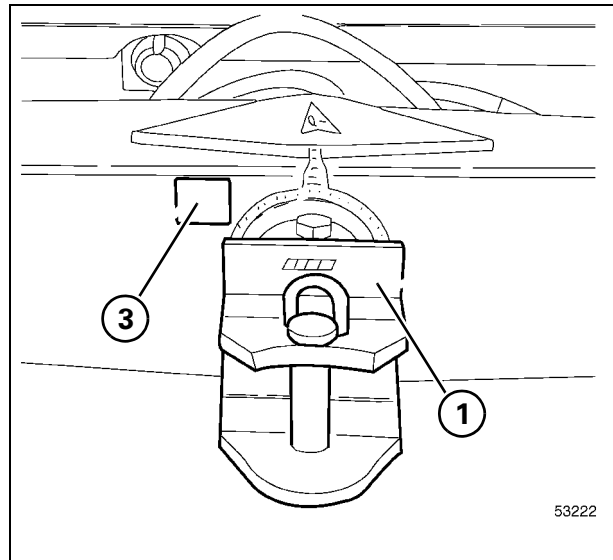
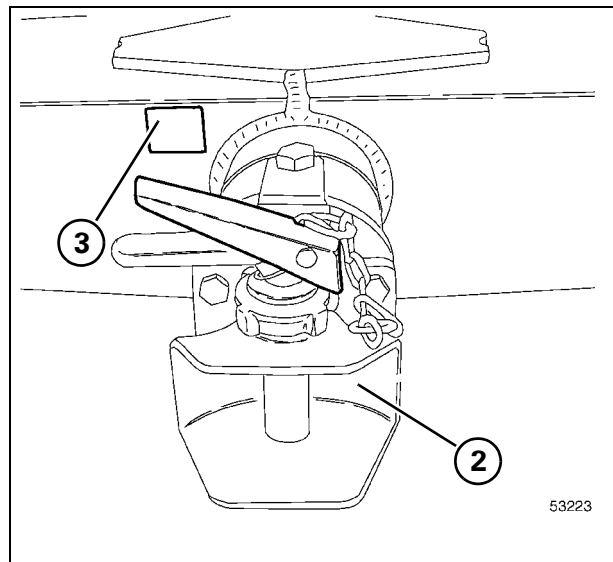

Рис. 29
Рис. 30
**Сцепное устройство прицепа** - Рис. 29 и Рис. 30